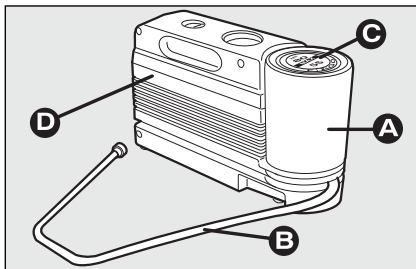

fig. 10
- een compressor **D**-fig. 10 met manometer en verbidingsstukken;